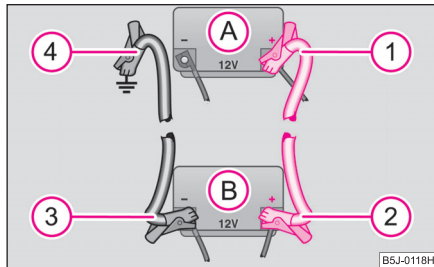

Abb. 188 Starthilfe mit der Batterie eines anderen Fahrzeugs: A - entladene Fahrzeugbatterie, B - stromgebende Batterie
- Befestigen Sie ein Ende (1) am Pluspol ⇒ Abb. 188 der entladenen Batterie (A).
- Befestigen Sie das andere Ende (2) am Pluspol der stromgebenden Batterie (B).